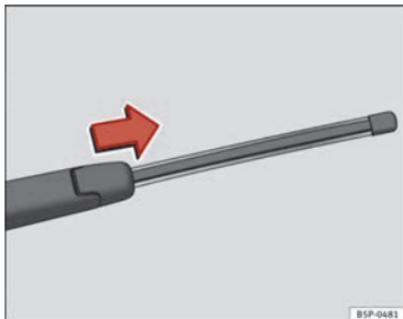

Fig. 149 Retirar a escova do limpa-vidros traseiro
- Afaste o braço do limpa-vidros do vidro traseiro ⇒ Fig. 149.
- Deslizar o adaptador da escova na direcção da seta e retirar a escova ⇒ Fig. 149.